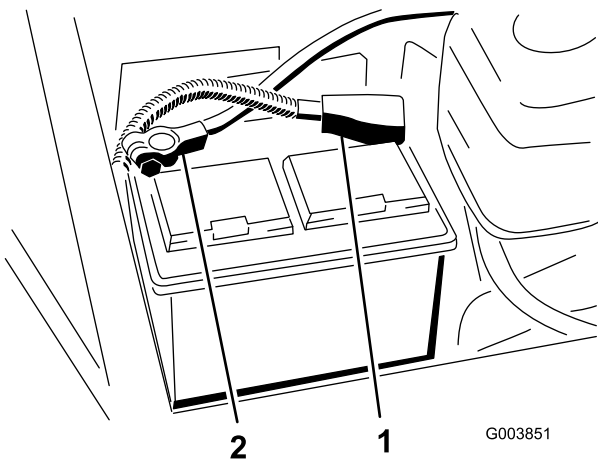

Figura 2
2. Asegúrese de que la batería está firmemente sujeta y compruebe la carga de la batería con un hidrómetro. Si es necesario cargar la batería, asegúrese de desconectar de la batería el cable positivo (+) antes de conectar el cargador (Figura 2).